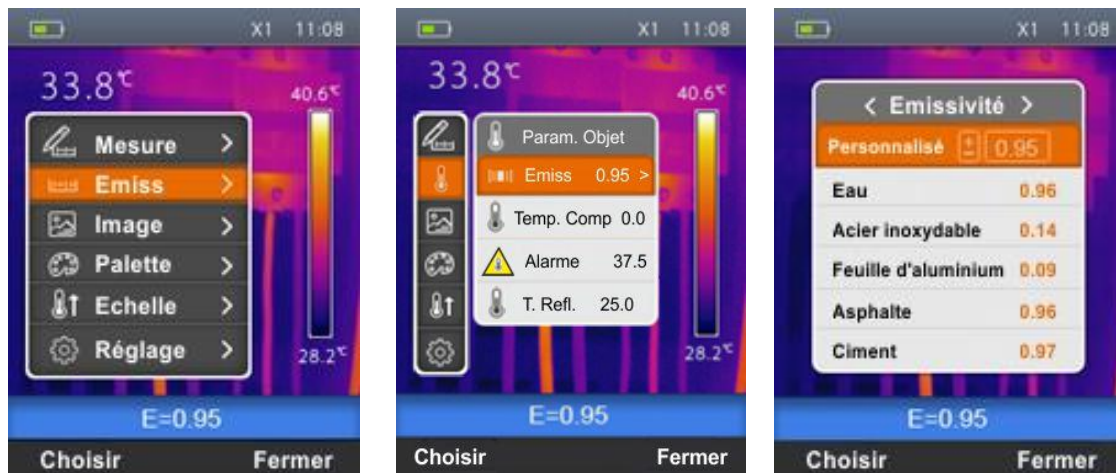

Fig. 18 : Réglage de l'émissivité sur l'instrument
1. Sélectionner « Émiss » à l'aide des touches \oplus ou \ominus et appuyer sur la touche \Rightarrow . La page-écran de Fig. 18 – partie centrale est affichée à l'écran
2. Utiliser les touches \oplus ou \ominus pour sélectionner « Émiss » et appuyer sur la touche \Rightarrow . La page-écran de Fig. 18 – partie droite est affichée.